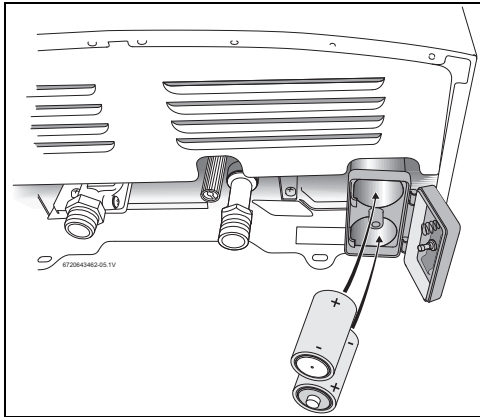

Fig. 15
- ▶ Introducir las dos baterías LR 20 de 1,5 V en la caja correspondiente (Fig. 15).